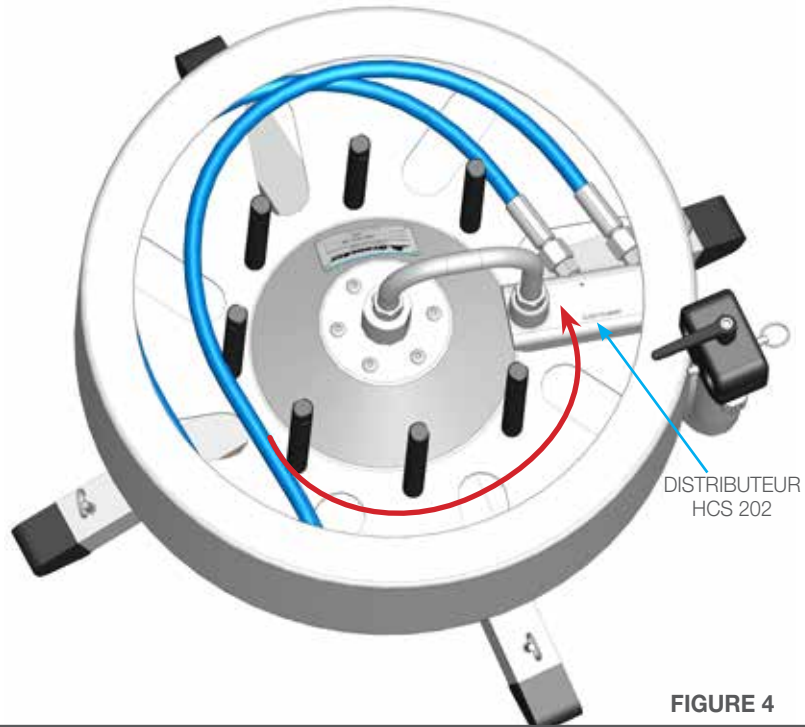

FIGURE 4
1. Engagez les flexibles à haute pression sur le distributeur HCS 202 et enroulez le reste des flexibles autour des tiges, dans le sens de la flèche rouge. **(Figure 4)**